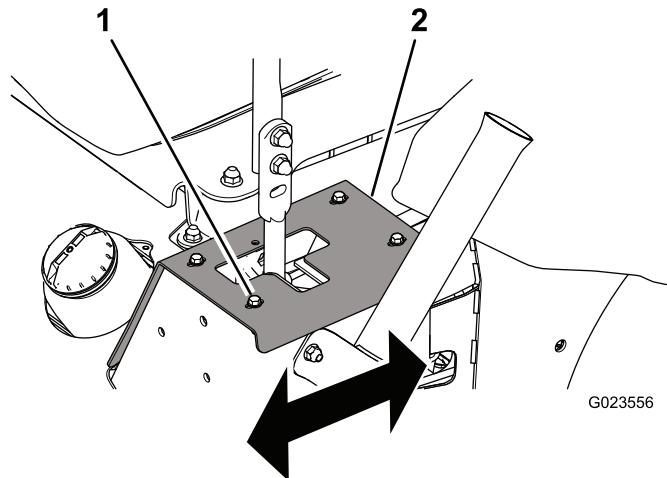

Bild 54
- Wenn sie nach rechts zieht, lösen Sie die Schrauben und versetzen die linke Anschlagsplatte nach hinten, bis die Maschine geradeaus fährt (Bild 54).
- Wenn sie nach links zieht, lösen Sie die Schrauben und versetzen die rechte Anschlagsplatte nach hinten, bis die Maschine geradeaus fährt (Bild 54).
1. Schraube (4) 2. Anschlagsplatte
3. Ziehen Sie die Schrauben an, um die Anschlagplatte zu befestigen (Bild 54).